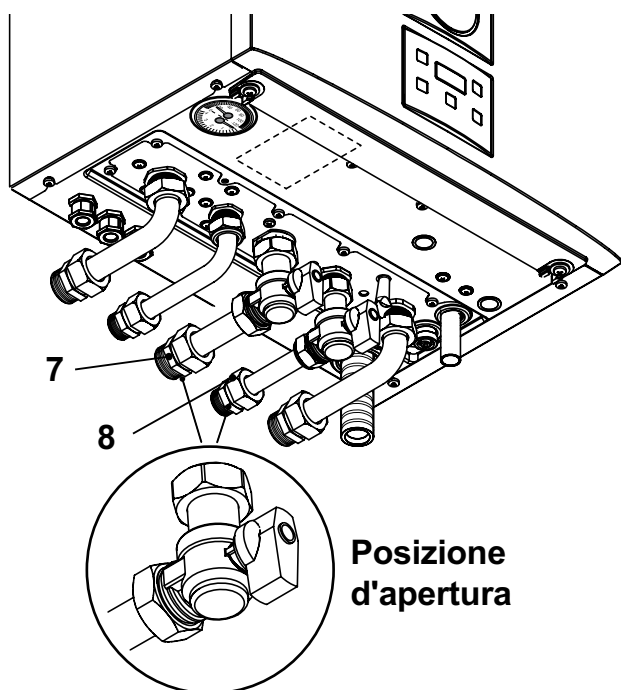

Figura 6.1
- Aprire il rubinetto del contatore gas e quello della caldaia 7 in Figura 6.1 .
- Aprire il rubinetto 8 in Figura 6.1 .